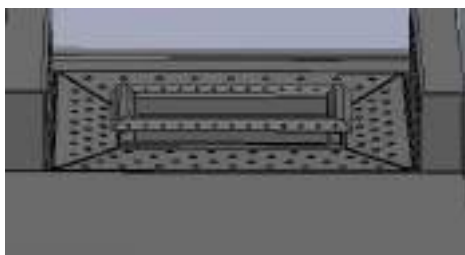

Рис. 28
- 3.1.4** Подать топливо в горелку котла до уровня отверстий подачи воздуха в горелке см. (рис. 28).